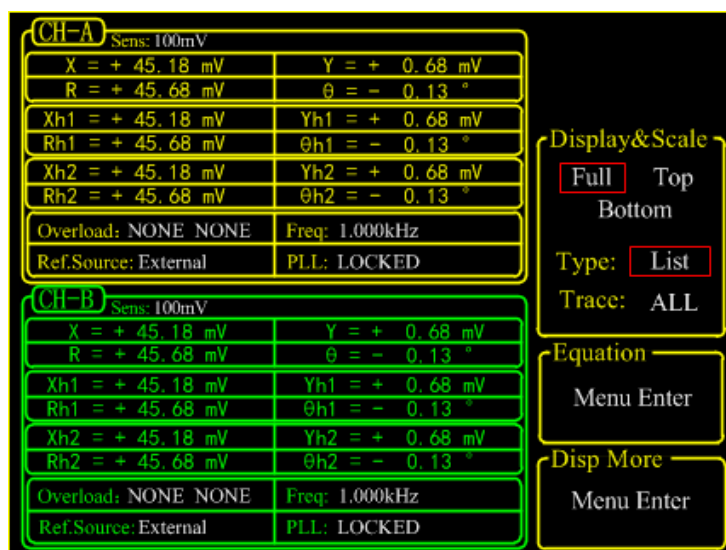

图25. <Full>-<List>显示
3)<List> : 把输入信号的基波、两个谐波值同时显示。如图 25 所示。